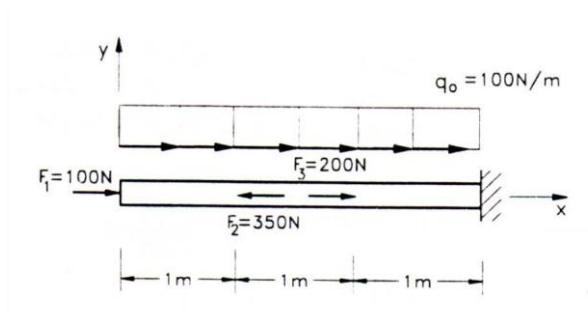

Figura 3
3) Determinar as equações e traçar os diagramas de força normal e de deslocamento axial para a barra mostrada abaixo (figura 3). Considere que a barra tem seção transversal quadrada com arestas  $l = 100 \text{ mm}$  e que  $E = 100 \text{ GPa}$ .